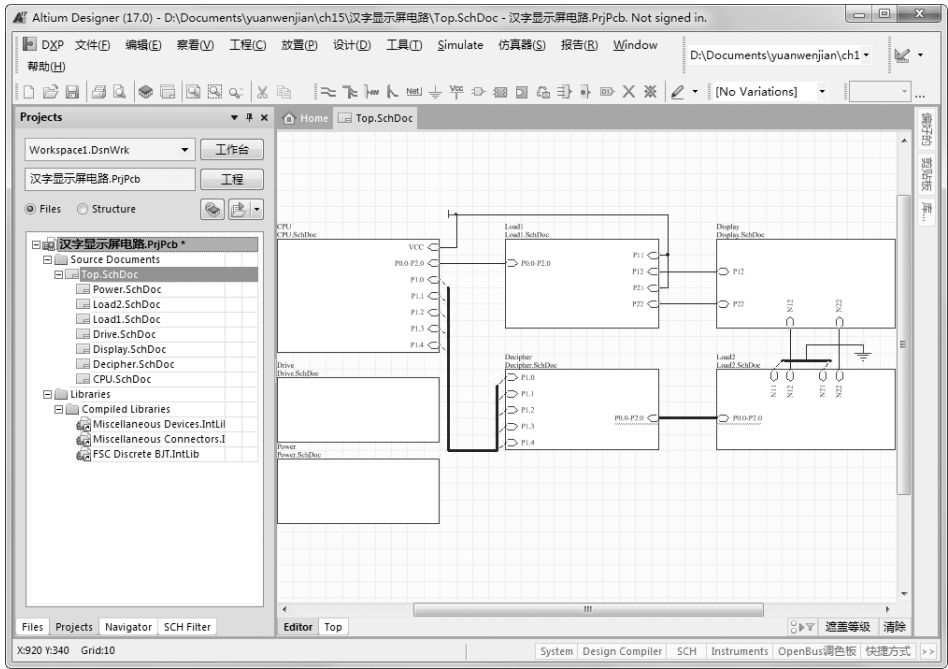

图 15-36 编译后的层次电路
(2) 选择菜单栏中的“工具”→“上/下层次”命令，或在“Navigator”（导航）面板的“Document For 汉字显示屏电路.PrjPcb”选项栏中，双击要进入的顶层原理图或者子图的文件名，可以快速切换到对应的原理图。
(3) 选择菜单栏中的“工具”→“上/下层次”命令，光标变成十字形，将光标移至顶层原理图中的原理图符号上，单击就可以完成切换，如图 15-36 所示。